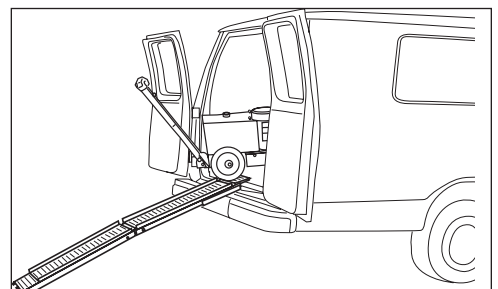

ABB. 3.1
4. Stellen Sie die Maschine am Fuß der Rampe ab (Abb. 3.1).
3. Positionieren Sie die Maschine so, dass sie an der Rückseite des LKW bündig mit der Rampe steht (Abb. 3.1).